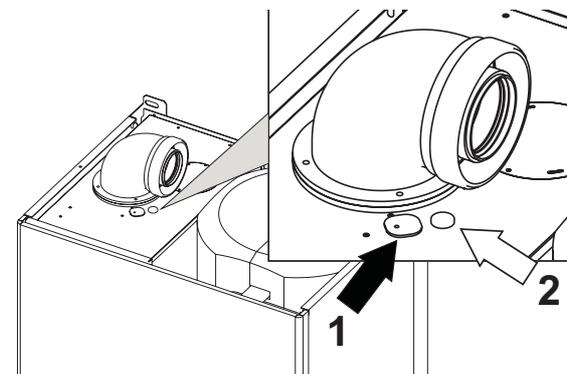

fig. 23 - Análisis de la combustión
En la parte superior de la caldera hay dos puntos de toma, uno de **humos** (ref. 1 fig. 23) y otro de **aire** (ref. 2 fig. 23). Para efectuar las tomas, proceder del siguiente modo: